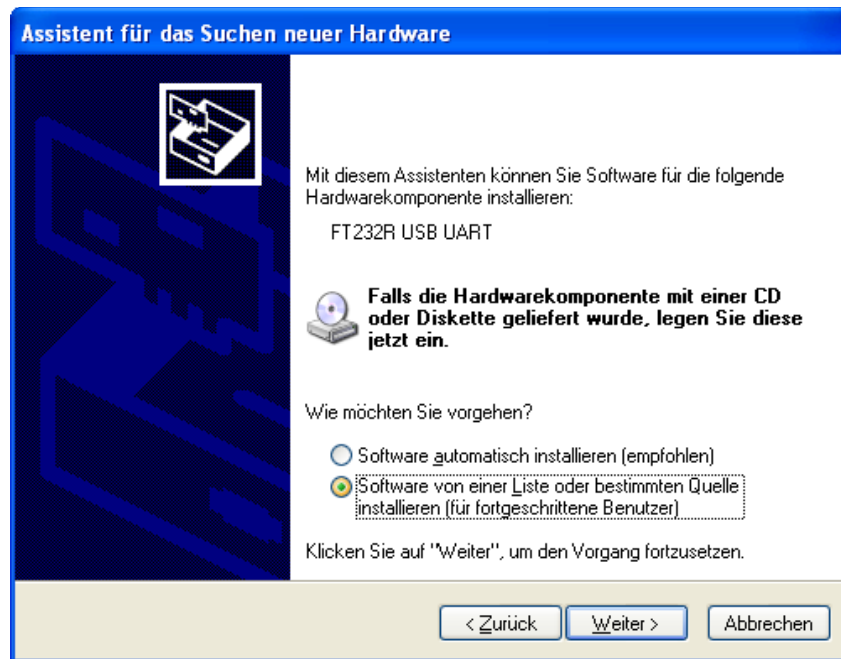

Abbildung 10.2
- Wählen Sie "Software von einer Liste oder bestimmten Quelle, um zu installieren (für fortgeschrittene Benutzer)", wie in Abbildung 10.2 dargestellt und klicken Sie dann auf "Weiter".